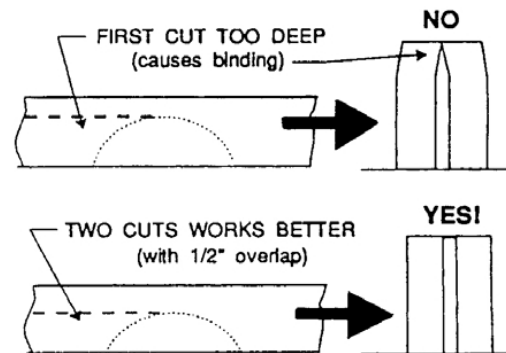

Рис. 32
- Не используйте упор для распила под углом 45 градусов и параллельный упор в одной и той же операции, если к параллельному упору не прикреплена накладка, чтобы позволить торцеванной части заготовки прибывать в свободном перемещении, при торцевании следующей части (рис. 32).
В распиловке более толстых досок, установите высоту пильного диска, чтобы наложить на два пропила 1/2" высоту зуба, как показано на рис. 32. Слишком глубокий первый пропил может привести к зажиманию пильного диска и возможным травмам на втором пропиле. Всегда устанавливайте ту же самую сторону доски против упора для обоих пропилов.